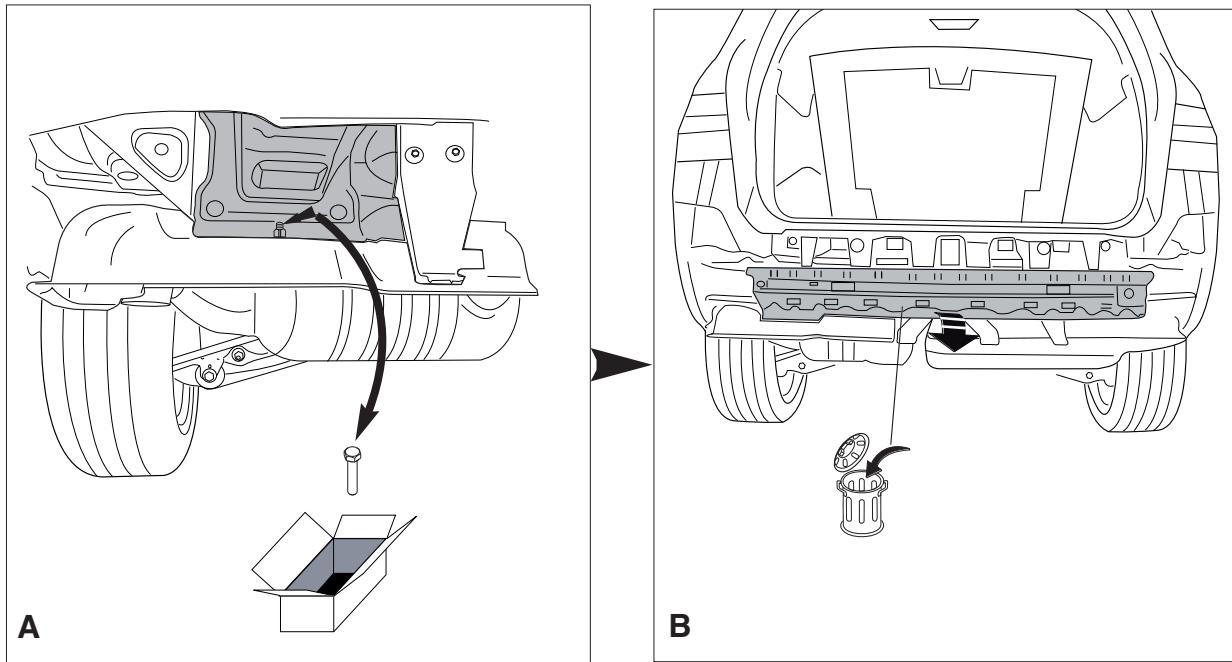

Fig.2
4. Снять указанные детали. См. рисунок 2.